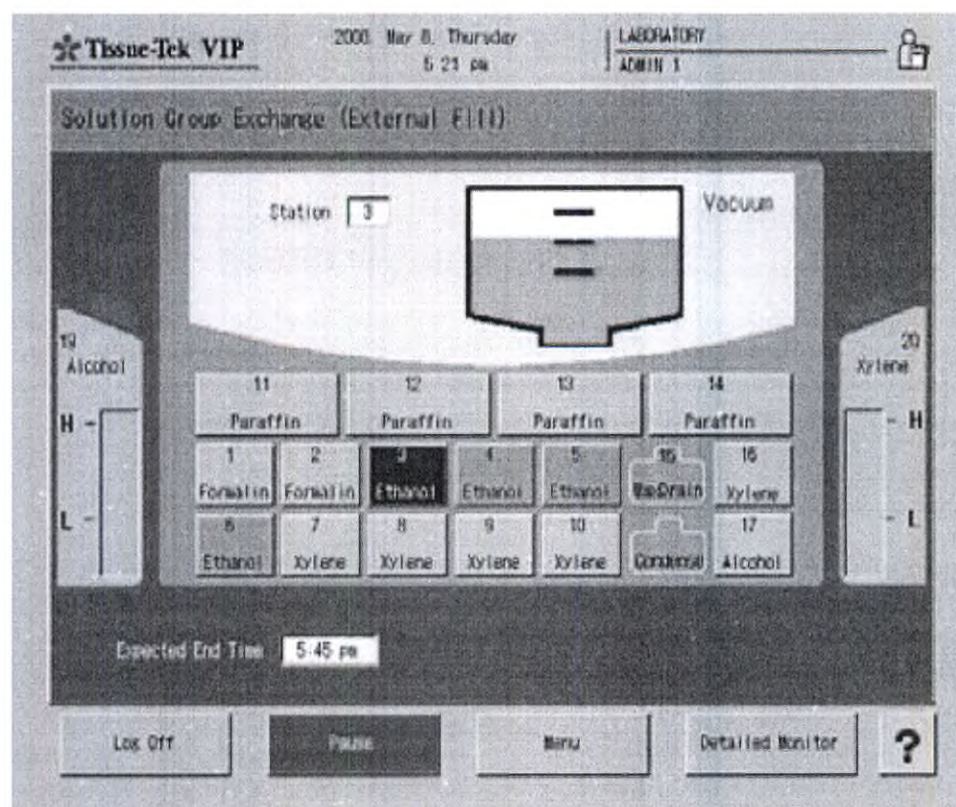

Рис. 98 Замена группы растворов
7. Если нажать **Yes** (Да), то появится монитор «**Solution Group Exchange**» (Замена группы растворов) (Рис. 98).